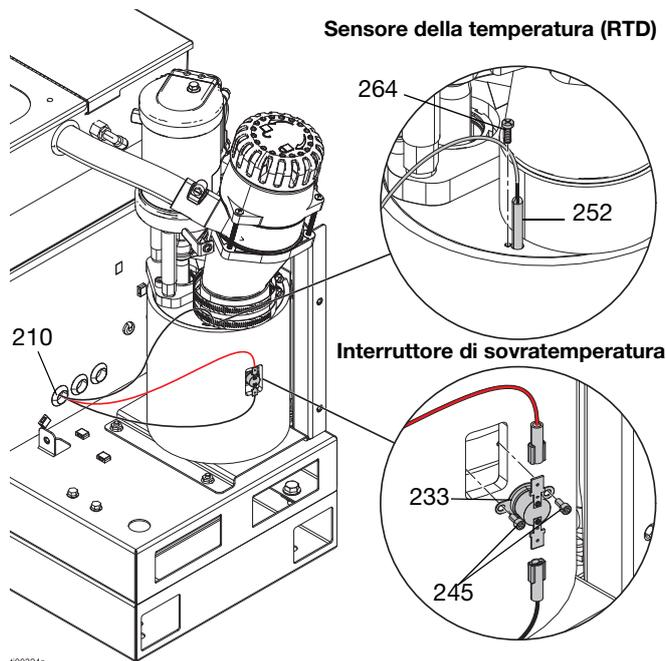

FIG. 72: Posizioni del sensore di temperatura e dell'interruttore di sovratemperatura
Vedere FIG. 72 per i dettagli.
- Scollegare il sensore di temperatura del unità di fusione (252). Riferimento FIG. 72.